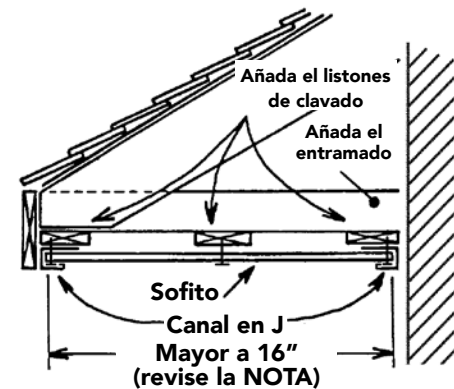

Figura 64
**NOTA:** Si la extensión del alero es de más de 16" (406 mm), los listones de clavado deben instalarse según se describe en la Figura 64, a no ser las instrucciones del fabricante indiquen lo contrario. En zonas con restricciones por vientos fuertes, el clavado no debe exceder las 12" (305 mm) del centro, a no ser que el fabricante especifique lo contrario en sus instrucciones.
## En caso de que tenga dos canales (Figura 64), doble el panel entre los dos canales instalados.